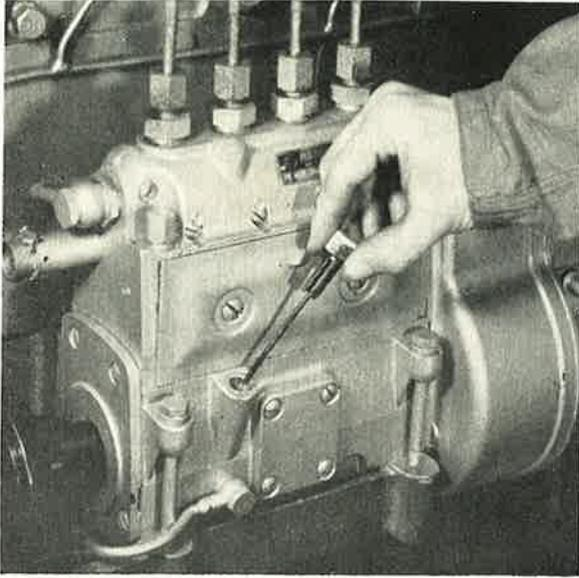
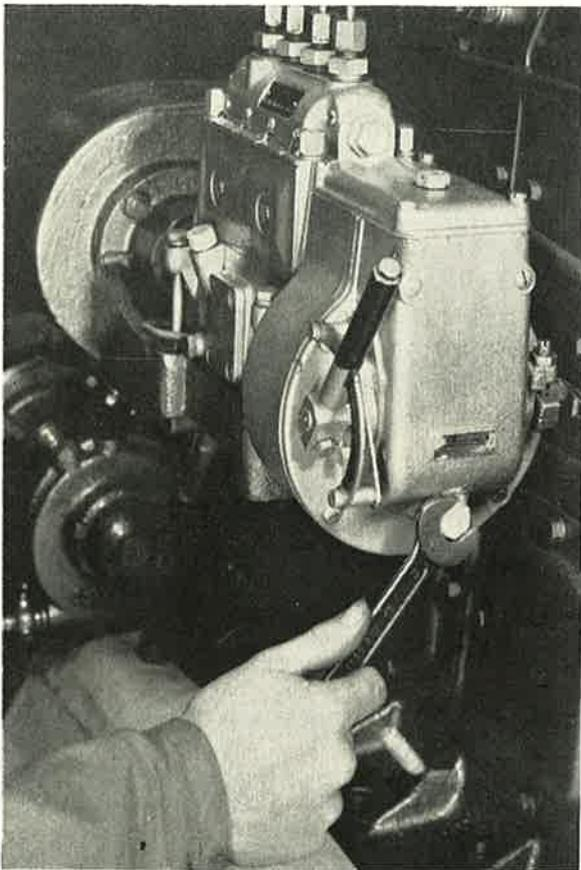

Abb. 44
Abb. 45
- reichen (Abb. 44). Beim Drehzahlregler muss der Ölstand bis zur Kontrollschraube (Abb. 45) reichen. Die Kontrollschraube heraus drehen und so lange Öl einfüllen, bis es an der Öffnung für die Kontrollschraube herausfließt. Nur in diesem Falle ist der Ölstand richtig.